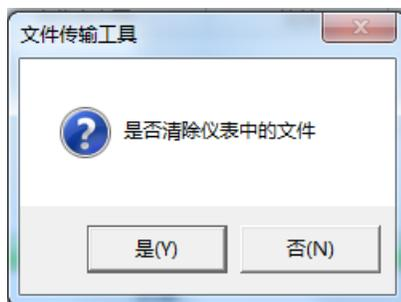

图 3-6: 清除文件提示框
9. 对于只读的 Alibi 表，当读操作成功时，还会出现一个提示框，询问用户是否清除仪表中的 Alibi 记录，如图 3-6 所示。